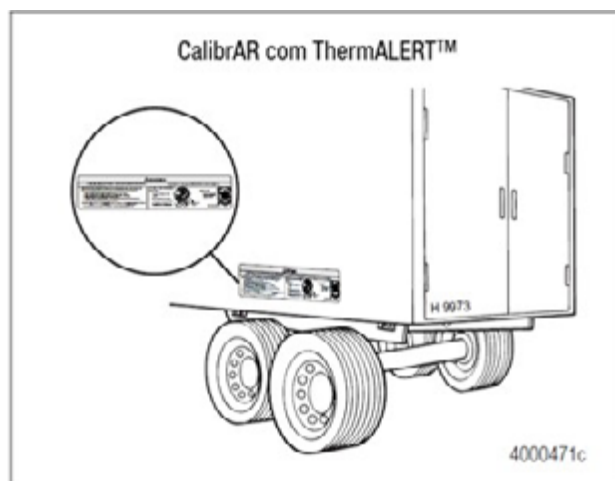

Figura 2.80
1. Instale um adesivo de identificação e instalação de mangueiras em cada lado do reboque, acima da suspensão. Figura 2.80.